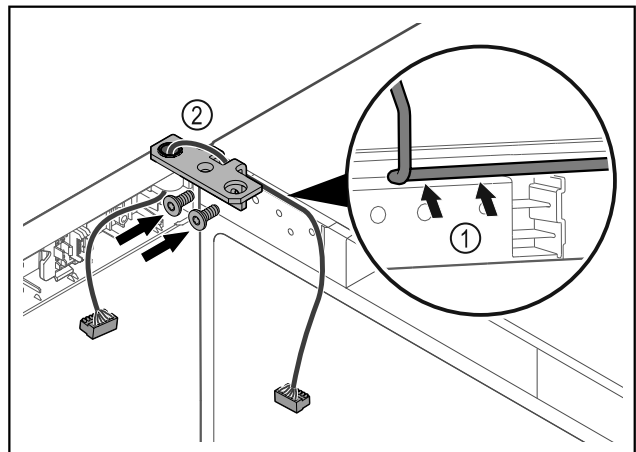

Fig. 35
- Kabel durch die Ausparung des Scharnierwinkels führen und vorsichtig verlegen Fig. 35 (1).
- Scharnierwinkel Fig. 35 (2) anschrauben.